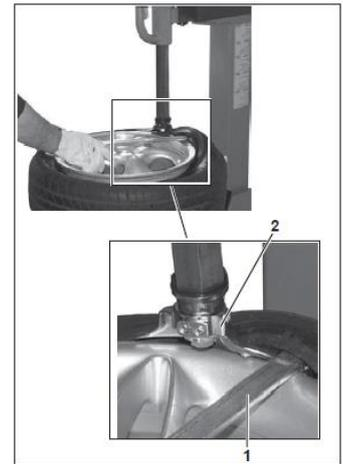

Рис. 12
После зажима колеса, демонтировать его следуя нижеприведенной инструкции, со ссылкой на Рис. 12.
- 4) С помощью монтажки 1 (Рис. 12) надеть резину на правый конец специального инструмента 2.